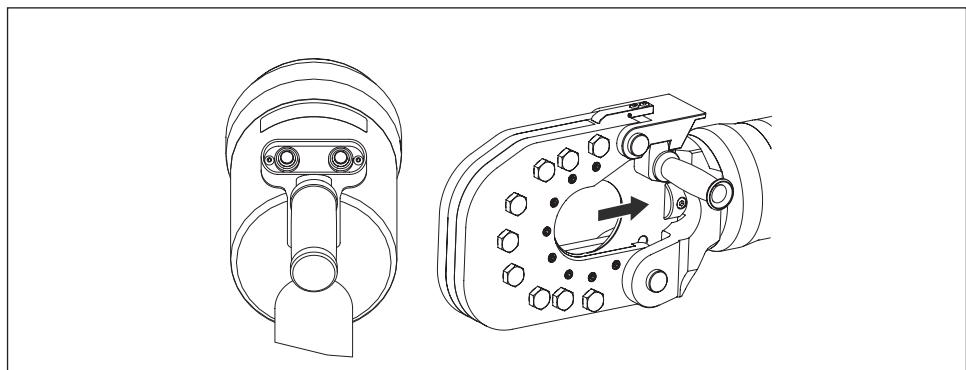

图 11, 运行 - 回退
- 按下并按住回退按钮，可使活塞回退并使移动刀片向后滑动。参见图 11。